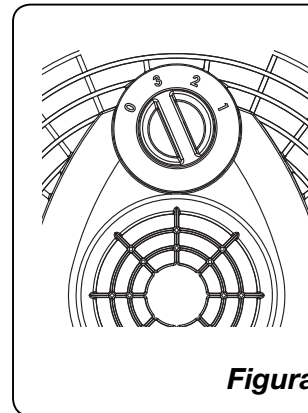
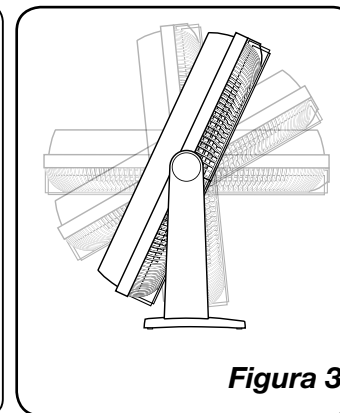

Figura 2
Figura 3
5. Encienda el Ventilador girando la Perilla de Encendido / Velocidad. (Figura 2)
7. Para girar el Ventilador APAGAR, girar la Perilla de la Poder/Velocidad a APAGAR (0) y quitar la unidad de la salida eléctrica.
8. Para regular la dirección del flujo de aire, hacer girar el Cuerpo sobre la Horquilla. (Figura 3)